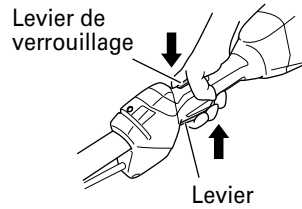

Fig. 35
- Saisissez la poignée par le dessus. Appuyez sur le levier de verrouillage et tirez sur le levier pour lancer la rotation de la tête du fil de nylon. (Fig. 35)